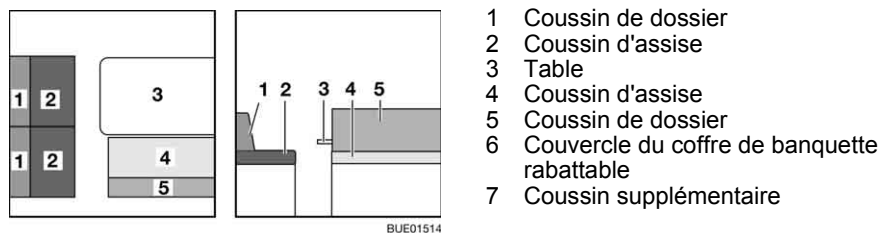

Fig. 137 Avant la transformation
- Convertir la table (Fig. 137,3) en sommier de lit (voir paragraphe 6.11).
- Retirer les coussins de dossier (Fig. 137,1 et Fig. 137,5) et les coussins d'assise (Fig. 137,2) et les poser de côté.